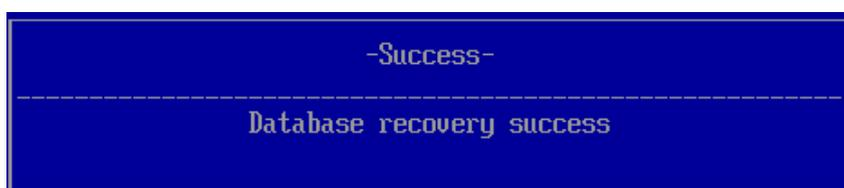

Рисунок 1.7 – Сообщение об успешном восстановлении модулей ПО изделия
1.2.6 После завершения процедуры восстановления базы данных изделия на экран ЭВМ будет выведено сообщение об успешности восстановления базы данных изделия (рисунок 1.7).
1.5.7 После завершения процедуры восстановления базы данных изделия на экран ЭВМ будет выведено сообщение об успешности восстановления (см. рис. 1.7).